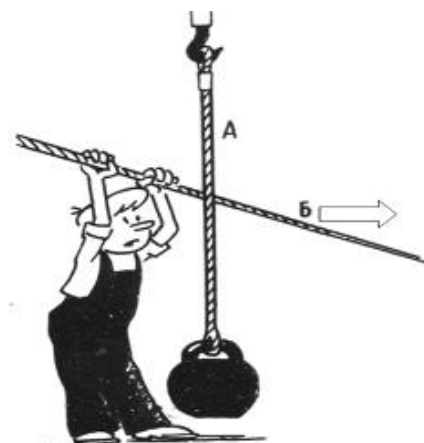

Рис. 1
**Задача 7.** На стальном тросе А висит груз (рис. 1). В плоскости, перпендикулярной тросу А, движется трос Б. Поднимать и опускать трос А и трос Б нельзя – это приводит к потере времени и ресурсов. Как сделать, чтобы трос Б, продолжая движение, не разорвал бы трос А и сам не был разорван?